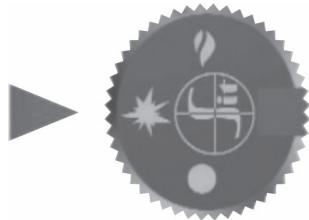

Рисунок 14
3. Нажать ручку управления и повернуть ее в положение «Запальна горелка» (Рисунок 14).